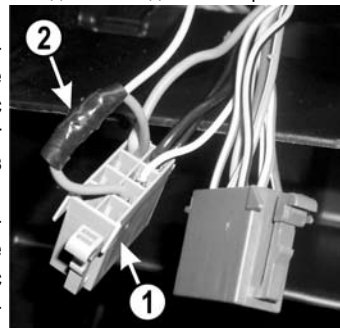
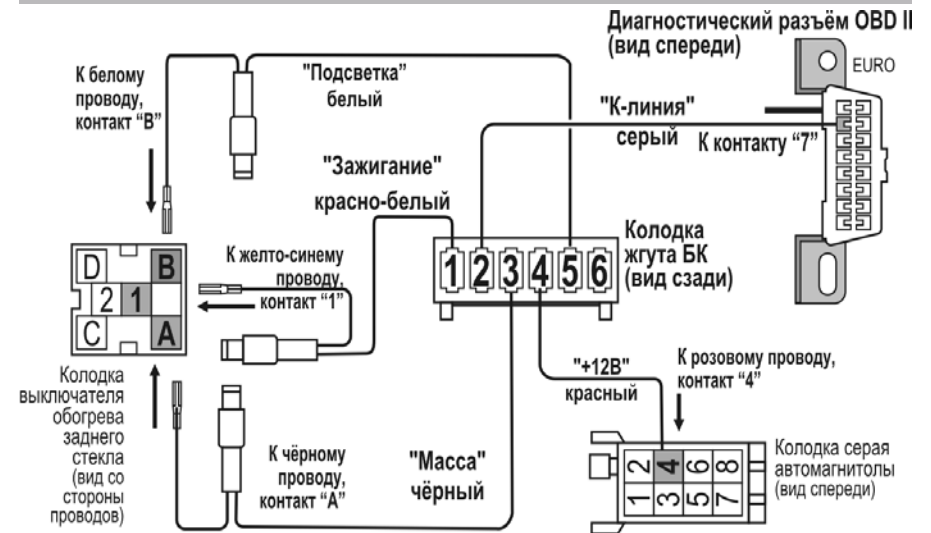

Рис.2 Колодка автомагнитолы
Рис.3 Схема подключения БК "ШТАТ PRIORA - X1"
4.4 Отсоедините колодку выключателя обогрева заднего стекла и произведите подключения согласно схеме подключения, **рис.3**:
4.5 Соедините красный провод (+12В) из жгута БК с розовым проводом, подходящим к 4-му контакту серой колодки автомагнитолы (поз.1, рис.2). Соединение производится на скрутке (поз.12 рис.2) или при помощи зажимов. Схематичное соединения проводов через зажим показано на рис.5.
4.6 Протяните серый провод К-линии из жгута до диагностической колодки (поз.1, рис.4), (находится внутри вещевого ящика слева (поз.3, рис.2)) и подключите его к диагностической колодке согласно схеме подключения (см. рис.3).